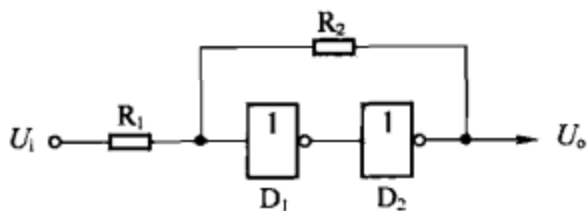

图 8-18
(3) 图 8-18 所示为非门构成的施密特触发器电路。两个非门 D_1 、 D_2 直接接联, 反馈电阻 R_2 构成正反馈闭环回路, 滞后电压 ΔU_T 取决于 R_2 与 R_1 的比值, 即 $\Delta U_T=\frac{R_1}{R_2}V_{DD}$ 。施密特触发器常用作脉冲信号边沿的整形。